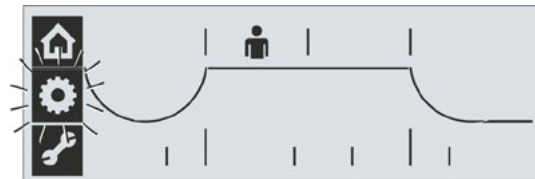

Fig. 1: Velge menyen «Endeosisjoner»:
1. Velg menyen «Endeosisjoner»: Drei på dreiebryteren til rammen for tannhjulssymbolet blinker (Fig. 1). Selve tannhjulssymbolet vises inverst.